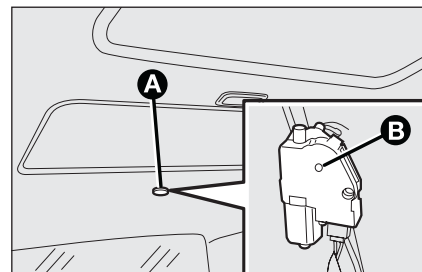

fig. 78
- ☐ rimuovere il tappo di protezione **A**-fig. 78 ubicato sulla parte posteriore del rivestimento interno;